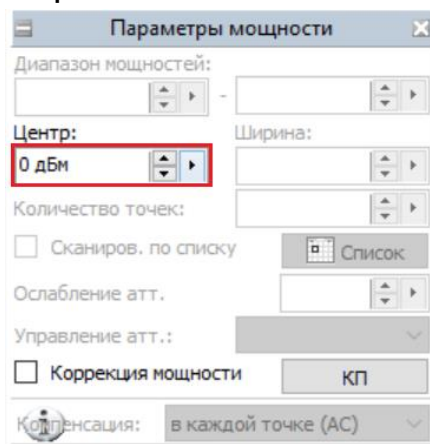

Рисунок 4. Задание мощности зондирования.
5. В панели управления «Параметры мощности» установить мощность зондирования, рис. 4. Несмотря на то, что проводится измерение пассивного устройства, следует помнить, что необходимо устанавливать мощность зондирования, учитывая максимально допустимый уровень входного сигнала для датчика КСВ и детекторной головки.